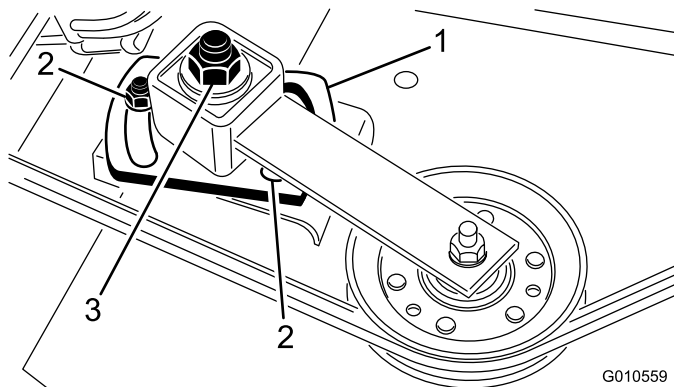

図 28
4. アイドラプレートを固定しているナット（2個）をゆるめる。ソケットとトルクレンチを使用して、アイドラ調整ナットを 24-41 N.m (4.8-5.5 kg.m = 25-30 ft-lb) にトルク締めする（図 28）。